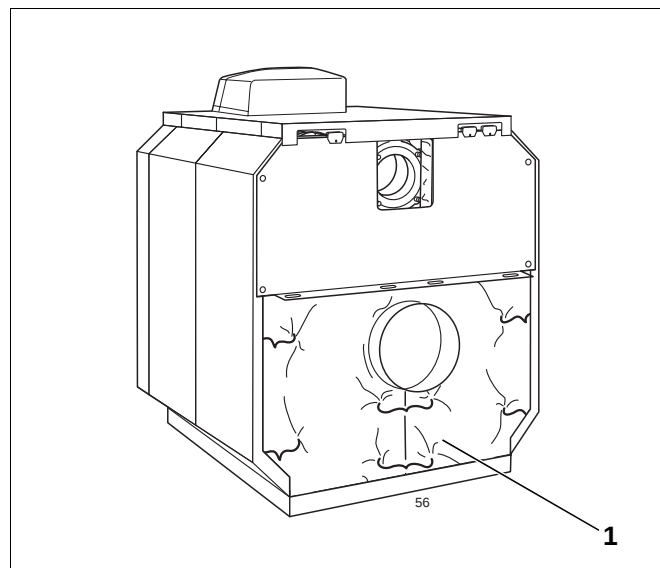

Abb. 80 Hintergliedwärmeschutz zusammenziehen
- Hintergliedwärmeschutz herunterklappen und mit der Spannfeder unterhalb des Abgasstutzens zusammenziehen (Abb. 80, **Pos. 1**).